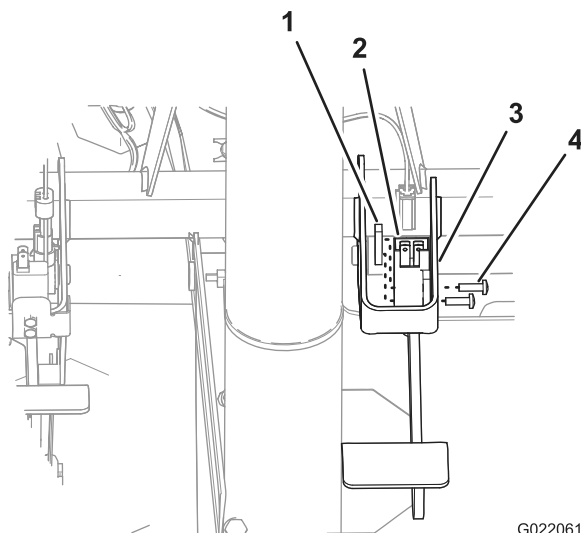

Figura 6
1. Alinee el **interruptor de freno de 4 pines** nuevo con el **soporte del pedal de freno** con los pines del interruptor orientados hacia arriba, hacia el volante (Figura 6).
2. Alinee los taladros del interruptor de freno de 4 pines con los taladros del soporte (Figura 6).
3. Sujete el interruptor al soporte con los 2 tornillos y la otra placa roscada (Figura 6).